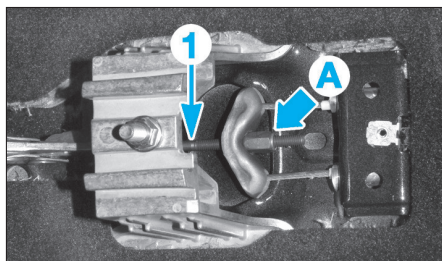

FIG. 19
- Serrer l'écrou de rattrapage (A) jusqu'à ce que les deux roues ne puissent être tournées que difficilement à la main (Fig.19).